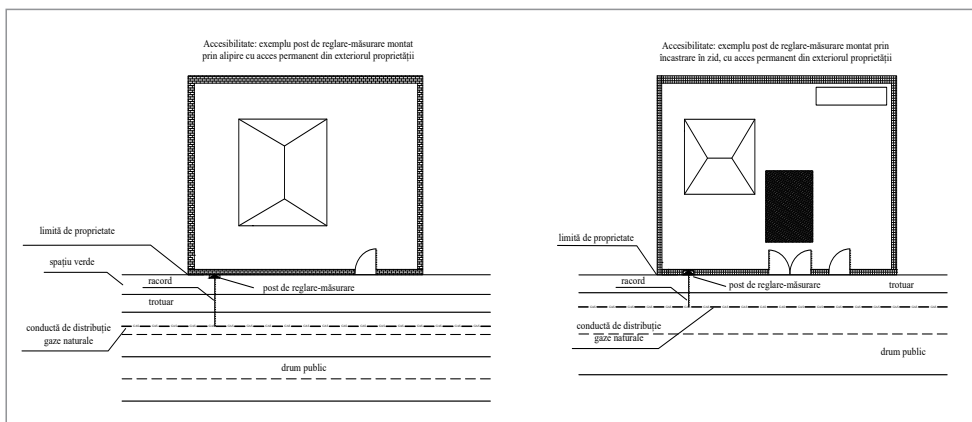

Fig. 1 Accesibilitate
- ✓ fridele sunt montate obligatoriu la limita de proprietate (Fig. 1), cu acces din domeniul public / drum de servitute (cu condiția acordării către OSD a dreptului de uz și servitute, conform prevederilor legislative);